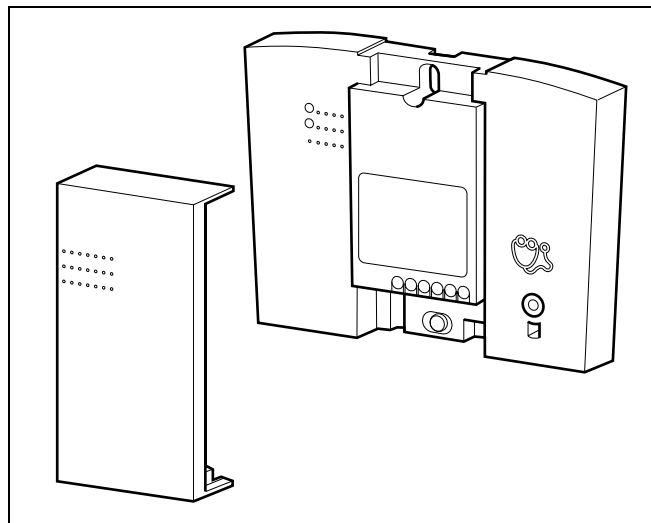

fig. 3 Kap verwijderen
- Verwijder de kap van de box (fig. 3).